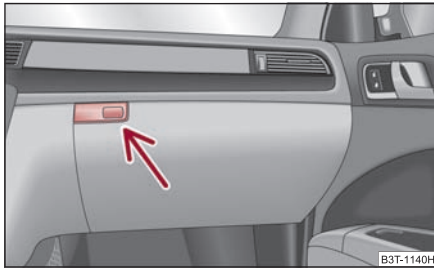

Fig. 107 Tabloul de bord:
- Apăsați tasta ⇒ fig. 107, capacul se rabatează în jos.